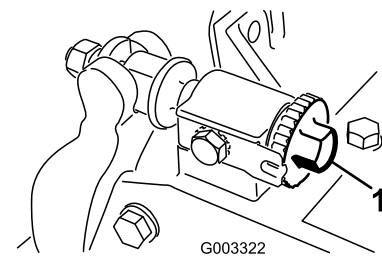

図 10
2. ベッドバー調整ねじを左に回してベッドナイフとリールの接触をなくす 図 10。